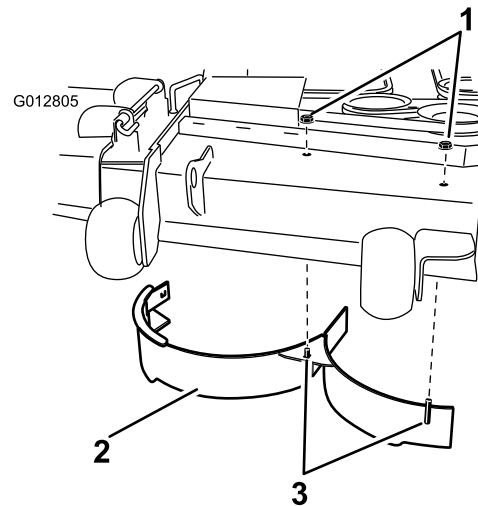

Figura 31
10. Remova as duas porcas de bloqueio (5/16 pol.) presas aos postes soldados do abafador direito na parte superior da plataforma do cortador nas posições central e direita (**Figura 31**). Retire o abafador direito da plataforma do cortador.